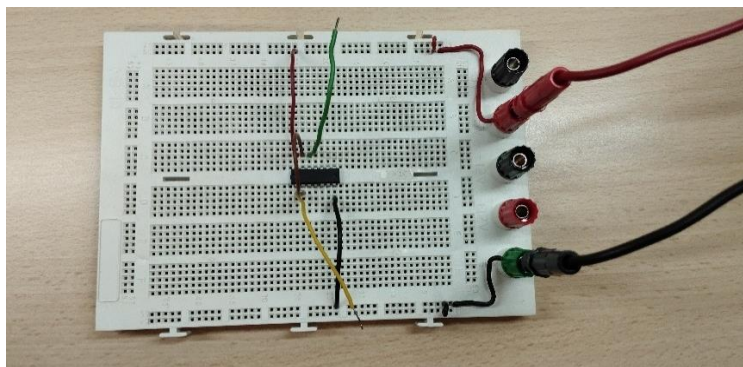

Figura 5. Connexió dels cables d'alimentació a la placa de proves.
4. Els altres extrems dels cables es connectaran als borns corresponents de la placa de proves per alimentar els circuits muntats a la placa: el cable vermell es connectarà al terminal vermell de +5V i el negre al terminal verd (terra o GND), com es mostra a la Figura 5.